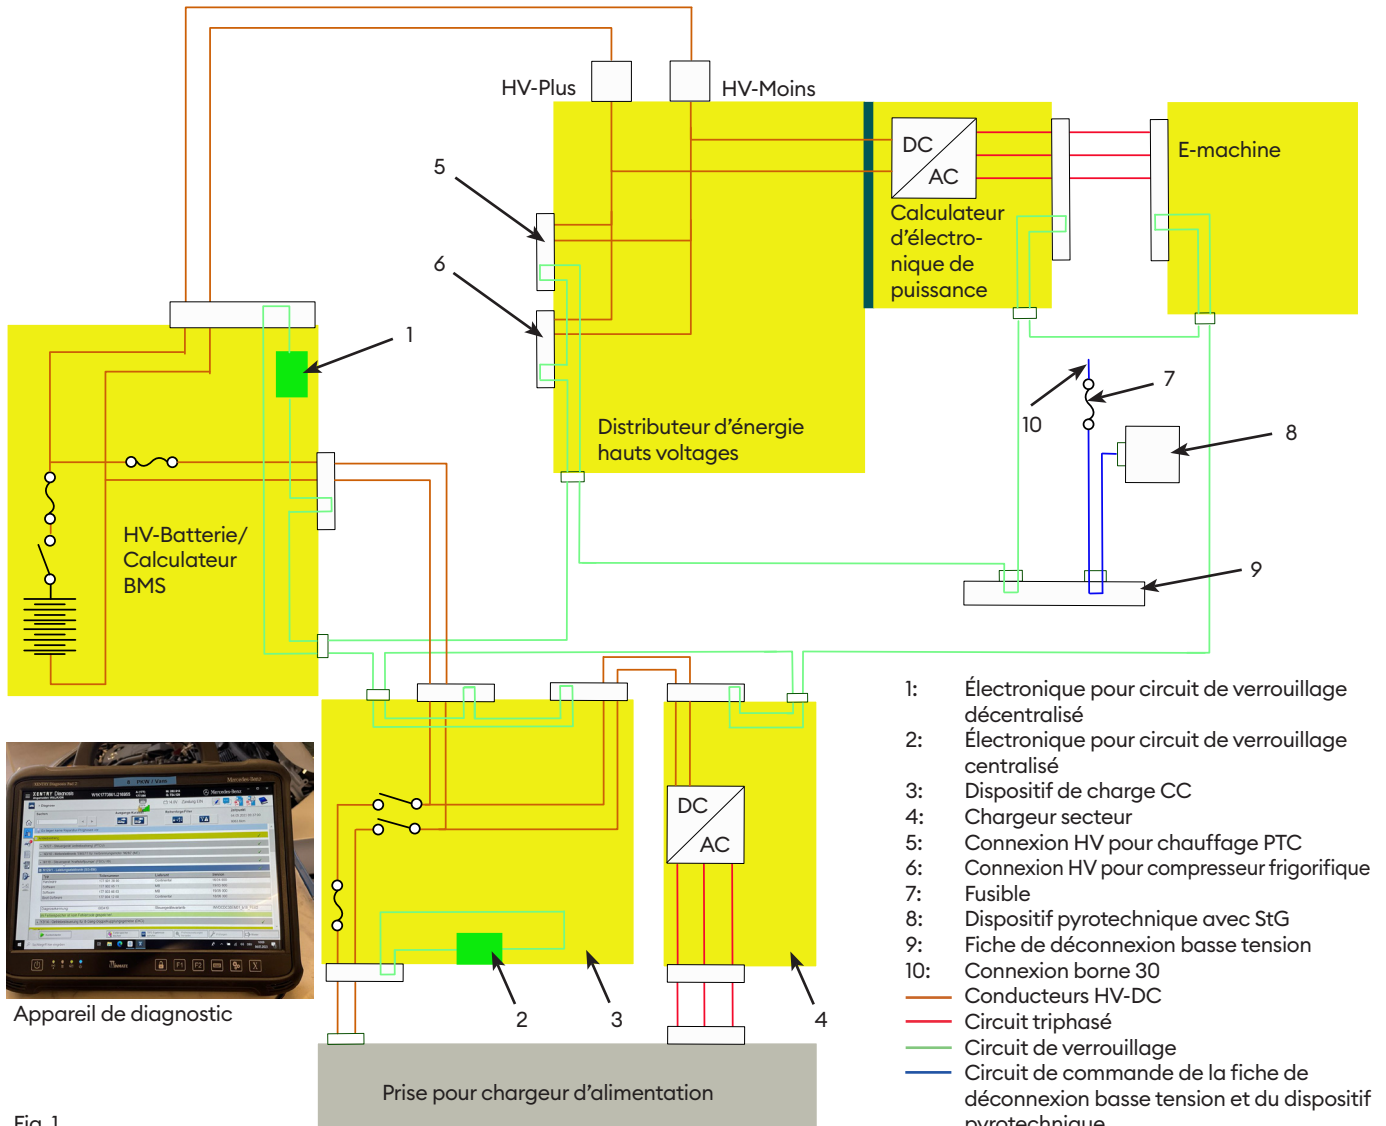

Fig. 1
d'un schéma bloc simplifié (Fig. 1). La deuxième partie montre les différentes étapes d'activation et de mise en service.
Dans ce véhicule, une distinction est faite entre un circuit de verrouillage centralisé (2 sur la fig. 1) et un circuit de verrouillage décentralisé (1). Le circuit de verrouillage centralisé (ligne de sécurité, ligne pilote) surveille les couvercles et les connecteurs HT d'un sous-système de l'équipement haut voltage. Le générateur de fonctions existant génère un signal de 20 mA à une fréquence de 88 Hz. De plus, le circuit de verrouillage centralisé permet un autodiagnostic
La position de la fiche de déconnexion basse tension peut être mesurée et évaluée avec le circuit bleu (Fig. 1). Si le connecteur est ouvert, l'unité de commande (8) ne reçoit pas de signal positif. Si ce processus a lieu alors que le système haut voltage est sous tension, un arrêt rapide immédiat du système HV est amorcé afin d'éviter un danger éventuel.